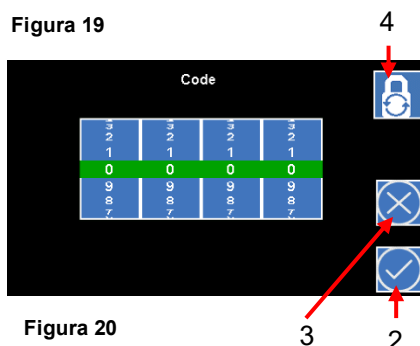

Figura 20
1. Prima o ícone **Palavra-passe** (1) no menu **Valores de medição**.
2. Defina o código utilizando os seletores (veja a figura 20).
3. Clique no ícone **Aplicar** (2).
2. Clique no ícone **Alterar palavra-passe** (4) (veja a figura 20).